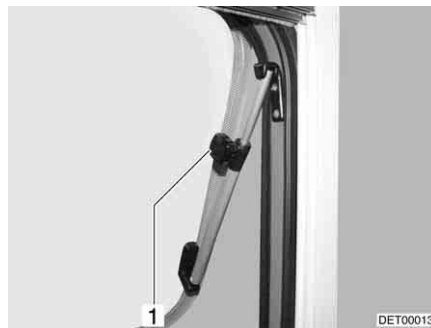

Bild 97 Taklucka med vridspärrar, öppen
- Takluckan öppnas till önskat läge och fixeras med ratten (Bild 97,1).
- Vrid den lettrade hylsan (Bild 97,1) tills låsningen släpper.